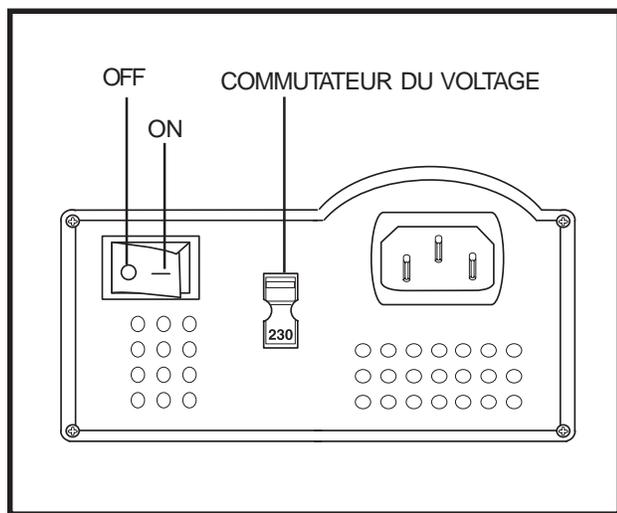

Figure 10. Commutateurs du chargeur externe
Le chargeur fourni avec votre scooter est équipé d'un commutateur de voltage 115/230. Vérifiez que le commutateur est réglé sur le voltage de votre localité. Si vous n'êtes pas certain du voltage de votre région, contactez votre fournisseur d'électricité avant de procéder au branchement de votre chargeur. Si le réglage n'est pas correct le chargeur ne pourra fonctionner normalement. Placez le commutateur à la position appropriée. **Voir la figure 10.**
4. Assurez-vous que le chargeur est éteint. En position 'OFF'. **Voir la figure 10.**
7. Allumez le chargeur. **Voir la figure 10.** Nous recommandons de recharger les batteries pendant une période de 8 à 14 heures consécutives.
4. Assurez-vous que le chargeur soit éteint. En position 'OFF'. **Voir la figure 10.**